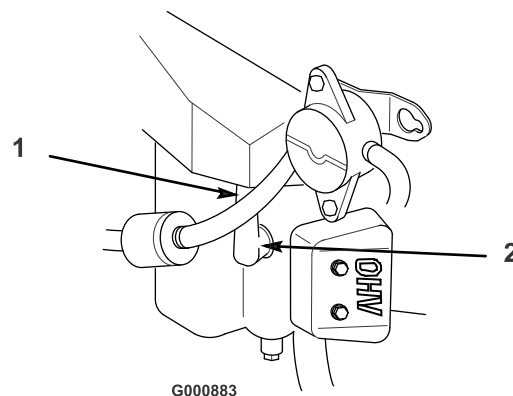

Figure 39
4. Débranchez les bougies (Figure 39). Nettoyez la surface autour des bougies pour éviter que des impuretés n'endommagent le moteur en tombant à l'intérieur.
3. Connectez les bougies (Figure 39).